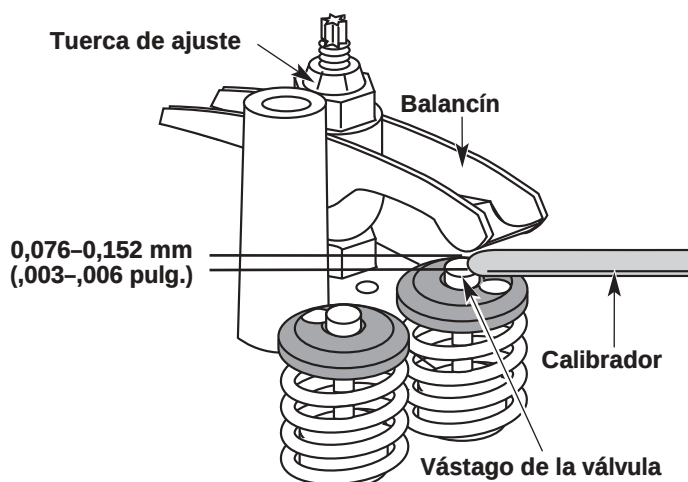

Fig. 55
- a. Gire la tuerca de ajuste con una llave de 8 mm (5/16 pulgadas) o una guía de tuercas (Fig. 55).